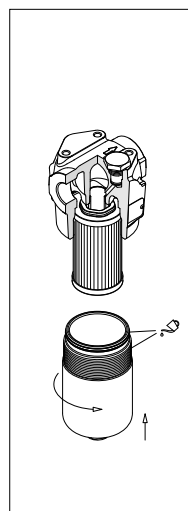

fig. 5
- (Fig. 5) Lubrificare il filetto e l'O-Ring del contenitore, quindi avvitare il contenitore facendo riferimento alla tabella delle coppie di serraggio al paragrafo 3.